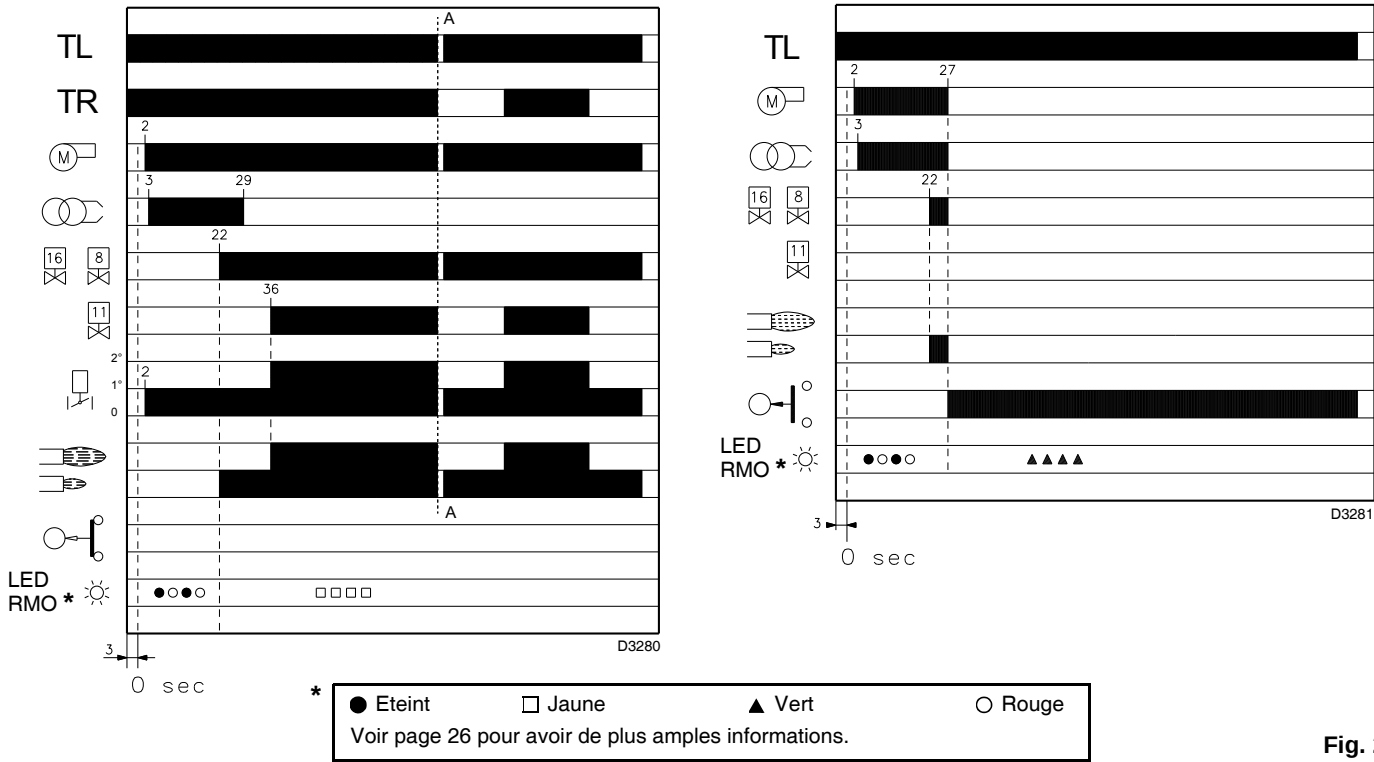
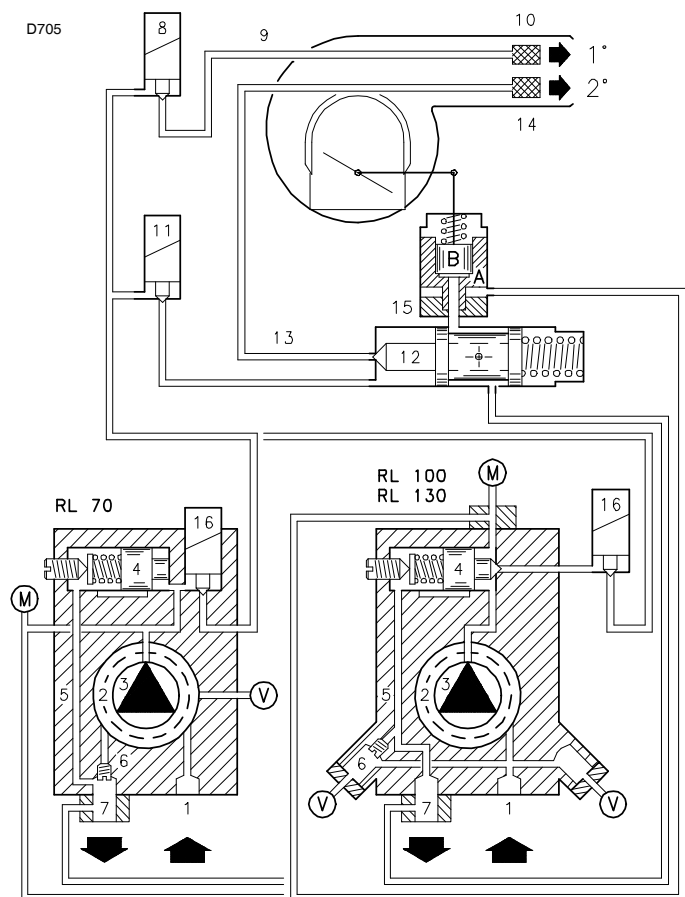

Fig. 26
Fig. 27
8.2.1 Démarrage brûleur (Fig. 26) - (Fig. 27)